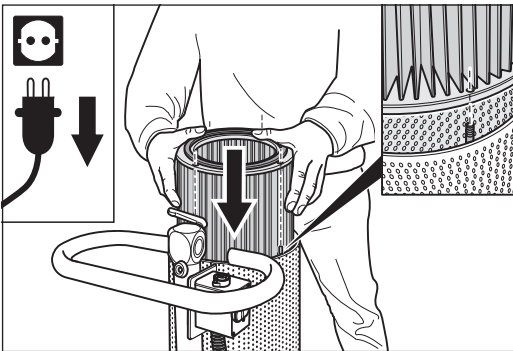

Fig. 32 Poussez le filtre par le haut sur les quatre boulons.
- 2 Poussez le filtre par le haut sur les quatre boulons. Veillez à ne pas endommager le filtre. Le système ne fonctionnerait autrement pas correctement (fig. 32).